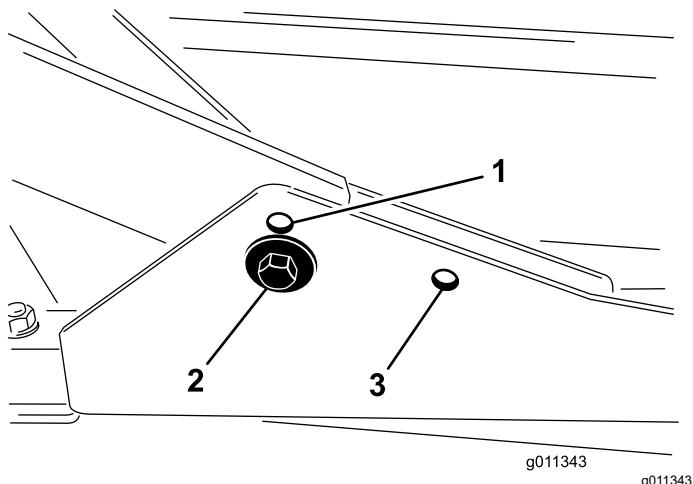

Figure 2
1. Pour les hauteurs de coupe entre 2 et 7,6 cm, montez les bâts porteurs avant dans les trous avant inférieurs (Figure 2).
2. Pour les hauteurs de coupe entre 6,3 et 10,2 cm, montez les bâts porteurs avant dans les trous avant supérieurs (Figure 2).
Quelle que soit la hauteur de coupe, le plateau de coupe arrière doit être monté dans les trous de montage arrière (Figure 2).